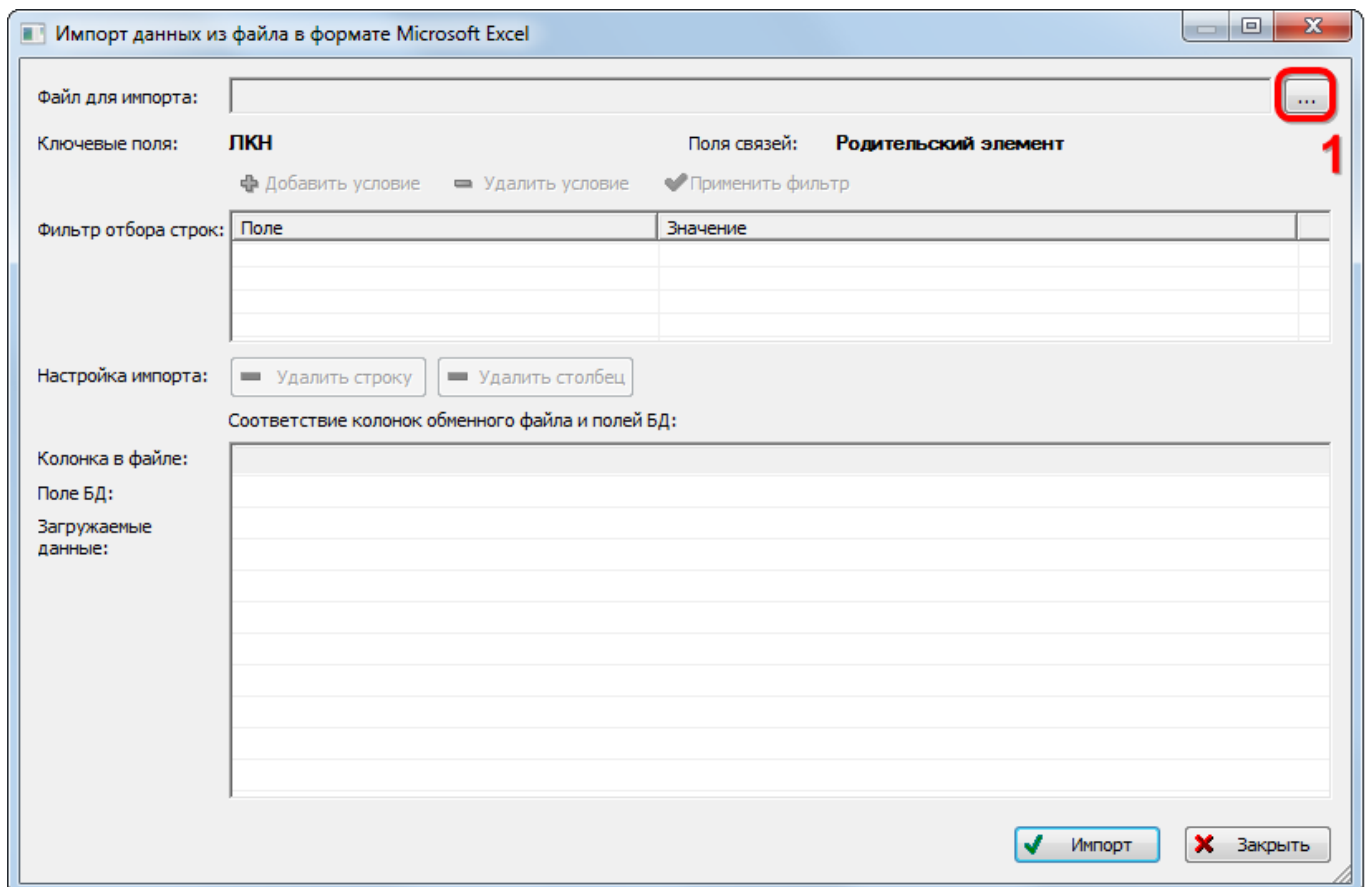

Рис. 10-82 – Окно импорта из файла Excel
2) Выбрать в рабочем окне «Логистическая структура» папку, в которую будут добавлены данные из файла, нажать кнопку «Импорт из Excel» панели «Импорт/экспорт» и из раскрывшегося списка выбрать «Импорт систем» (рис. 10-82).